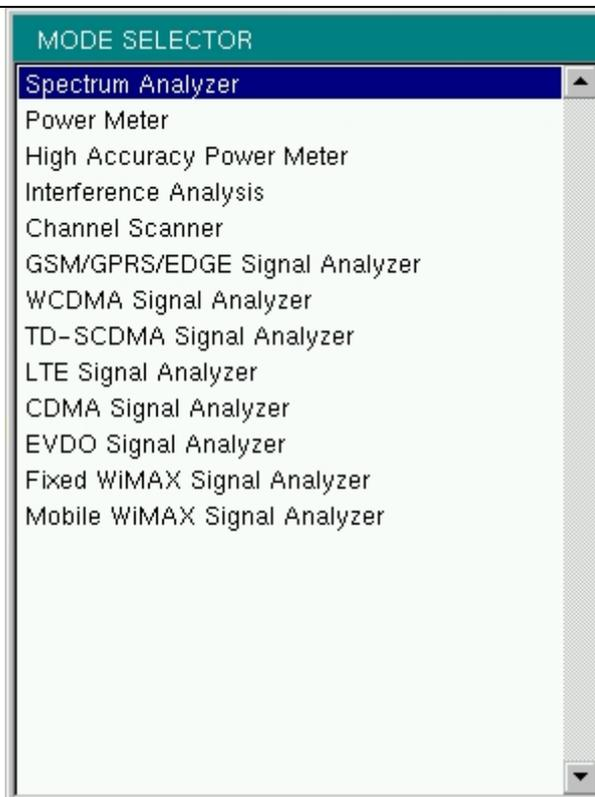

Рисунок 2-10. Меню выбора режима
Для доступа к функциям в меню **Mode** нажмите сначала клавишу **Shift**, затем клавишу **Mode** (9). Для выделения выбранной позиции воспользуйтесь клавишами со стрелками или поворотной кнопкой, затем нажмите клавишу **Enter** для подтверждения своего выбора. Список режимов, который появится в этом меню, будет зависеть от установленных и активизированных опций. На рис. 2-10 приводится пример меню выбора режима (**Mode**). Возможно, что на экране Вашего прибора отобразится другой список.